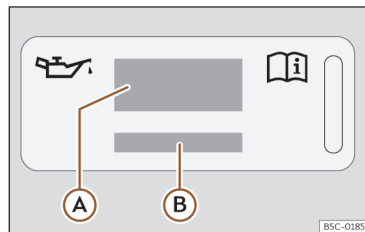

Fig. 223 No compartimento do motor: etiqueta de óleo do motor
Legenda da >>> **Fig. 223:**
Se tiver de adicionar óleo do motor, utilize um dos óleos indicados na etiqueta >>> **Fig. 223**. A etiqueta com a norma prescrita encontra-se na parte da frente do compartimento do mo-
- Se faltar a etiqueta com a especificação do óleo do motor >>> Fig. 223, contacte uma oficina especializada.